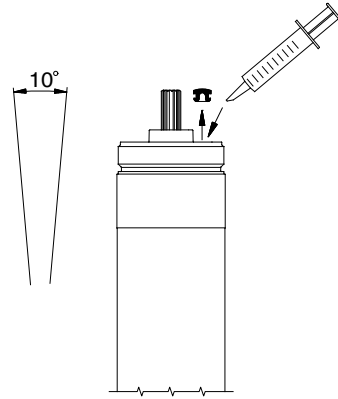

Fig. 2 Injection du liquide à moteur
4. Injecter le liquide à moteur dans le moteur à l'aide d'une seringue à remplissage ou d'un outil similaire, voir la figure 2.